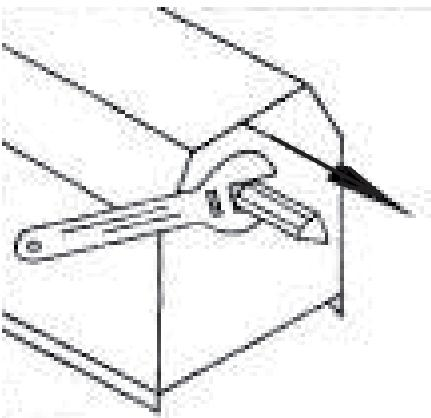

Рис. 10
2. Вставте ключ у плоскі пази приводного шпинделя, потім відкрутіть обертовий центр проти годинникової стрілки (рис. 10).